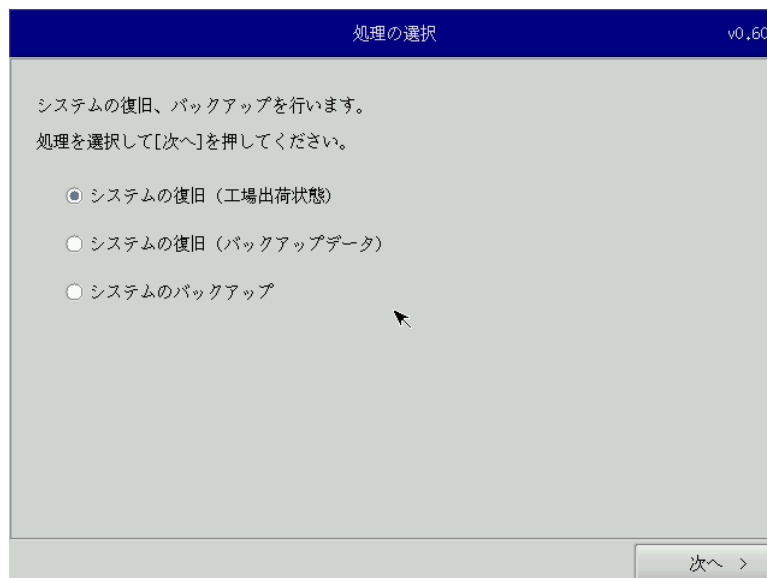

図 6-1-1. リカバリメイン画面
リカバリ DVD を起動させるには、USB 接続の DVD ドライブが必要です。DVD ドライブにリカバリ DVD を入れて DVD ドライブを USB で AP シリーズ本体に接続します。AP シリーズ本体の電源を入れ DVD を起動させます。正常に起動すると図 6-1-1 のリカバリメイン画面が表示されます。
- ① LAN ケーブルが接続されている場合は、LAN ケーブルを取り外してください。
- ② USB メモリ、SD カードなどのストレージメディアが接続されている場合は、ストレージメディアを取り外してください。
- ③ 「6-1 リカバリ DVD の起動」を参考にリカバリ DVD を起動させます。
- ④ リカバリメイン画面（図 6-1-1）で[システムの復旧（工場出荷状態）]を選択し、[次へ]ボタンを押します。
- ① LANケーブルが接続されている場合は、LANケーブルを取り外してください。
- ② USBメモリ、SDカードなどのストレージメディアが接続されている場合は、ストレージメディアを取り外してください。
- ④ リカバリメイン画面（図 6-1-1）で[システムのバックアップ]を選択し、[次へ]ボタンを押します。
- ④ リカバリメイン画面（図 6-1-1）で[システムの復旧（バックアップデータ）]を選択し、[次へ]ボタンを押します。